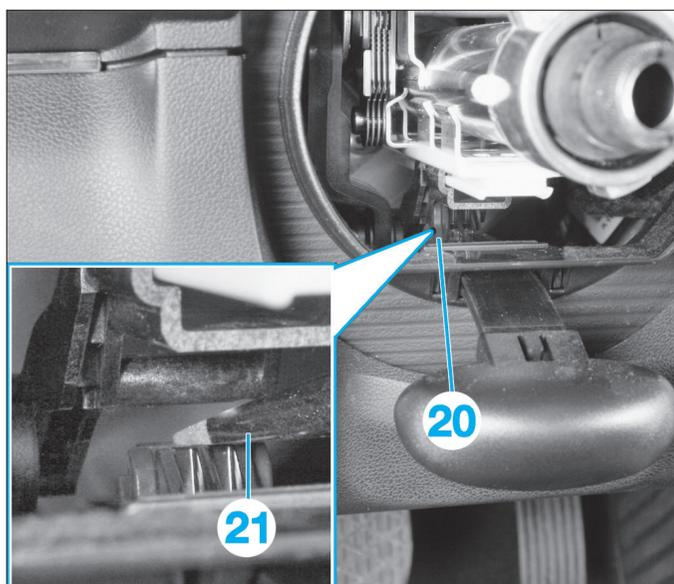

FIG. 30
- Désaccoupler la commande de réglage en hauteur de la colonne de direction. Pour cela, pousser le levier de verrouillage (20) vers l'avant et le chasser vers le bas avec un tournevis (21) de taille adaptée (Fig.30).